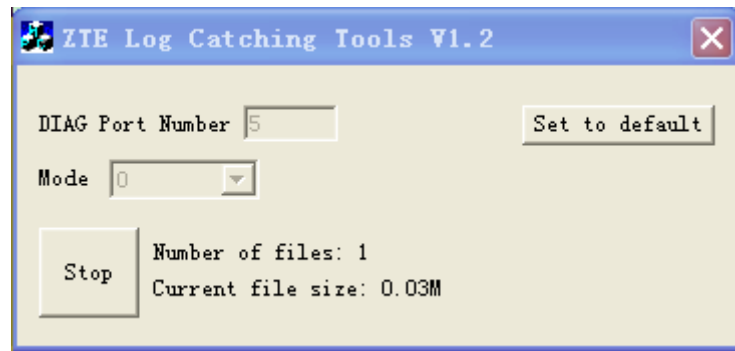

图 3 开始抓取后的界面
5. 点击“Start”按钮开始抓取，开始之后，“Start”按钮被隐藏，同时会显示“Stop”按钮，可以通过点击“Stop”按钮停止抓取，见图 3。